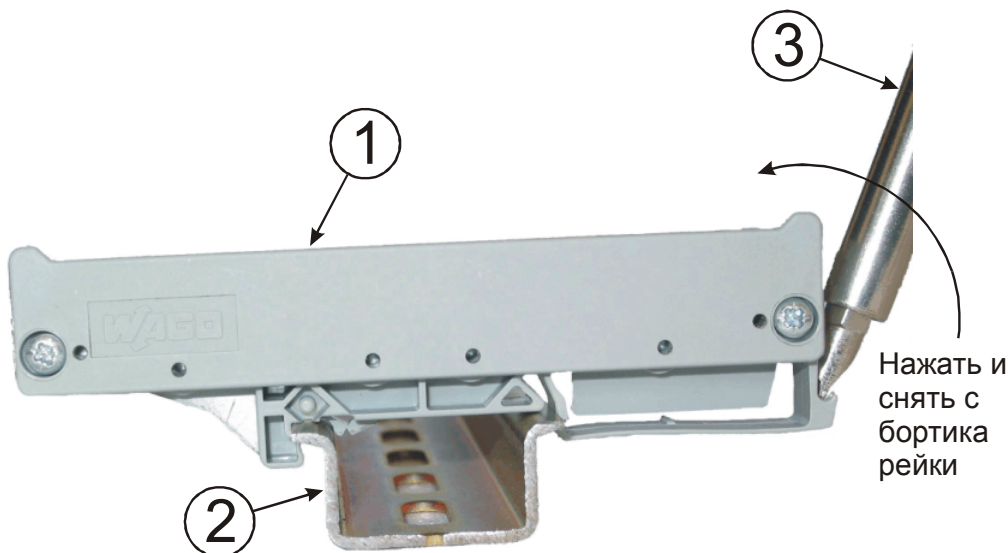

Рисунок 4 – Снятие изделия с монтажной рейки
- перед снятием изделия [1] с монтажной рейки [2] (см. рис. 4) необходимо тумблер режима переключить на “ЗАМ” и отключить внешние соединения (см. п. 2.3.2);